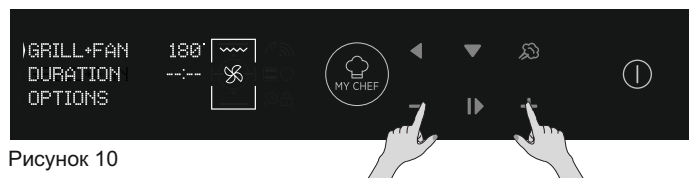

Рисунок 10
- Натисніть **ПЛЮС** або **МІНУС**, щоб обрати бажану температуру при вибраній функції. Натисніть **ОК**, щоб продовжити або **НАЗАД**, щоб повернутися до вибору функцій приготування. (Рисунок 10)